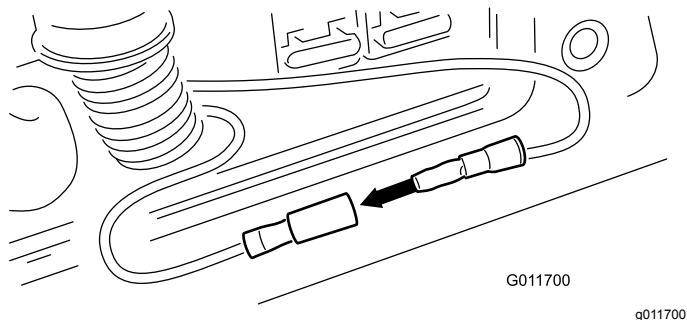

Рисунок 63
4. При установленном ключе зажигания в положение «Выкл.» снимите колпачок с проволочных перемычек и соедините перемычки вместе (Рисунок 63).